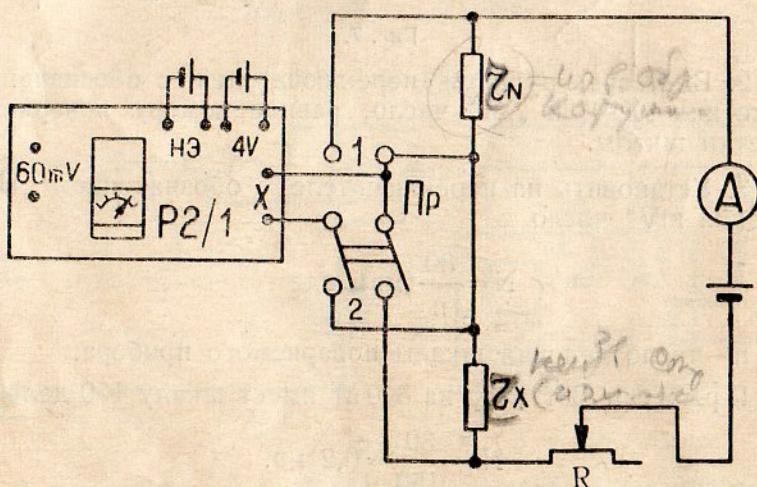

Рис. 8.
4. Установить переключатель „Пр“ в положение „1“ (см. рис. 8).